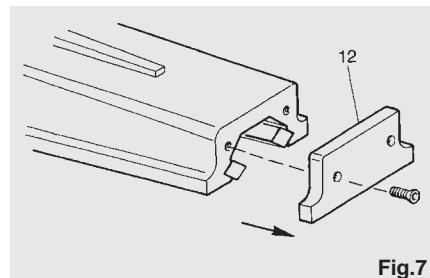

Fig.7
Verwijder de dop (12) op de kop van de arm (zie fig. 7).